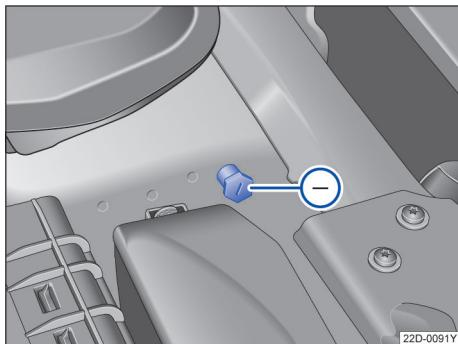

图 137 用于充电器负极连接的接地点
- 将黑色电缆的另一端 Ⓝ 连接到无电蓄电池汽车发动机缸体上的螺栓连接金属部件上或发动机舱内的连接点上→图 137，连接点必须尽可能远离无电蓄电池 Ⓐ。
在利用外接电源对车辆蓄电池充电时，请勿将充电器的负极接在蓄电池的负极上，必须连接到发动机壳体上或发动机机舱内的接地点处→图 137。